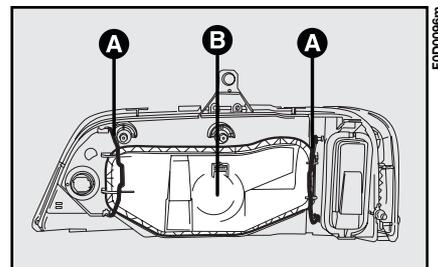

fig. 12
3) décrocher les agrafes **A-fig. 12** et enlever le couvercle **B**;
7) raccrocher les agrafes de retenue, monter la connexion, remonter le couvercle **B-fig. 12** et le bloquer par les agrafes correspondantes.